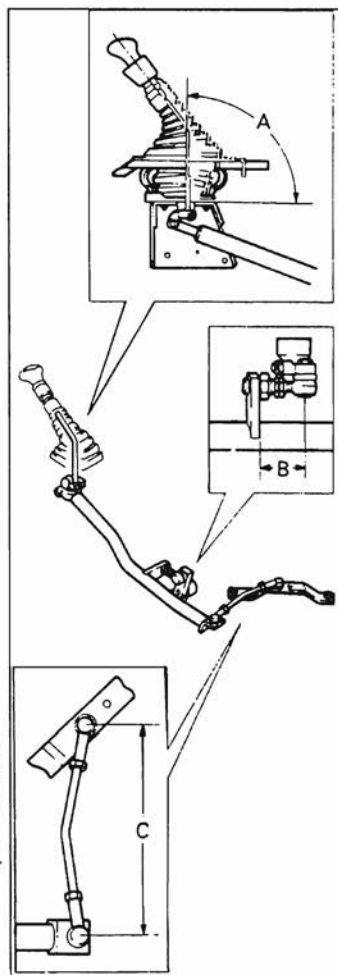

Рис. 3.38. Система тяг и рычагов привода переключения передач КПП типа ZF 16S 109
- ◆ Проверьте и, при необходимости, отрегулировать систему тяг и рычагов привода переключения передач (см. рис. 3.38).